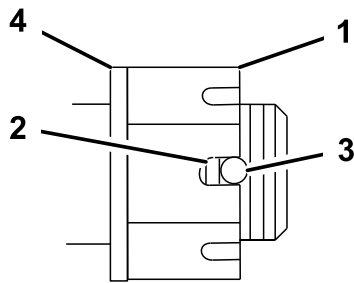

Figura 55
4. Apriete la tuerca almenada a 170 Nm (Figura 55).
5. Compruebe la distancia desde el fondo de la ranura de la tuerca hasta el borde interior del taladro. Debe haber dos hilos o menos de la rosca visibles (Figura 55).
7. Apriete la tuerca almenada a 170 Nm (Figura 55).
8. Apriete la tuerca hasta que el siguiente conjunto de ranuras esté alineado con el taladro del eje (Figura 55).